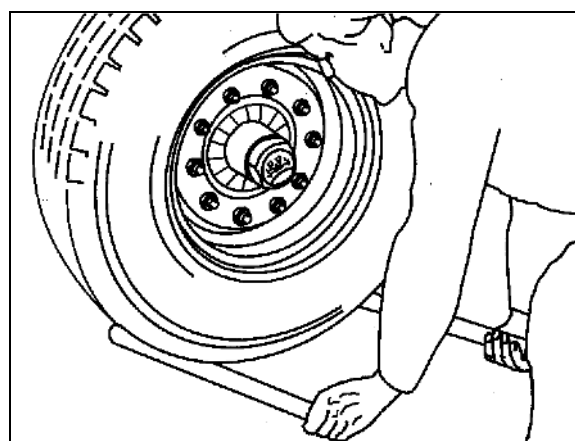

図 73
1. フード (図 73/1) のロックボタンを解除します。